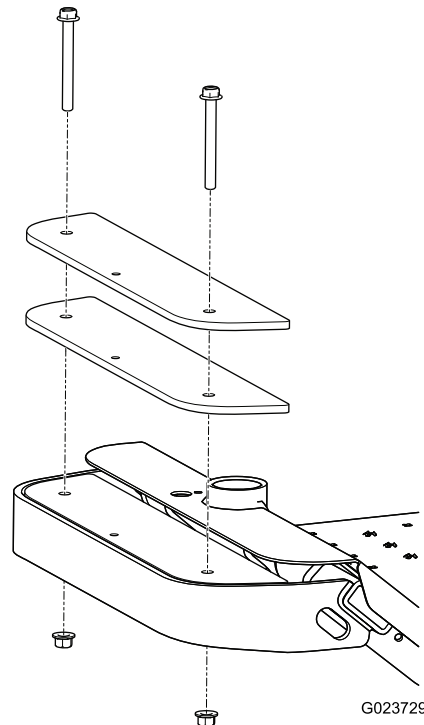

Figura 13
1. Retire los 2 pernos y las 2 tuercas que sujetan los pesos existentes a la parte delantera de la máquina (Figura 13).